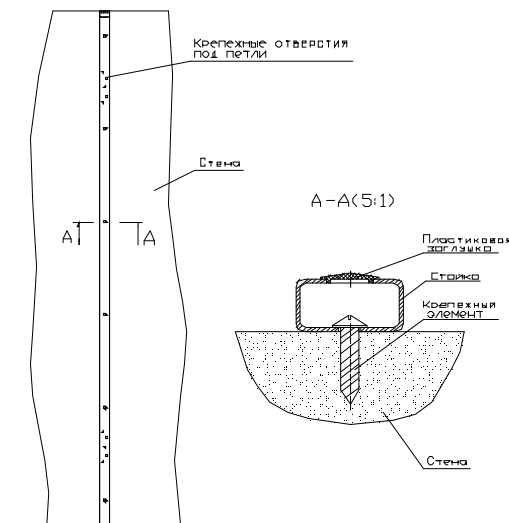

Рисунок 3
- 3.6. Просверлить отверстия в проеме и закрепить стойку с помощью анкерных болтов выдерживая вертикальность (рис.3) Обеспечить жесткую фиксацию рамы в дверном проеме.
- 4.3. Проверить соответствие размеров **В** и **Н** накладной внутренней рамы размерам дверного проема в стене. Установить внутреннюю раму в дверной проем, выдерживая вертикальность стоек, проверить горизонтальность поперечины и размеры по диагоналям. Разметить и просверлить места крепления рамы к стене (рис. 3). Предварительно закрепить раму на 4-5 саморезов.